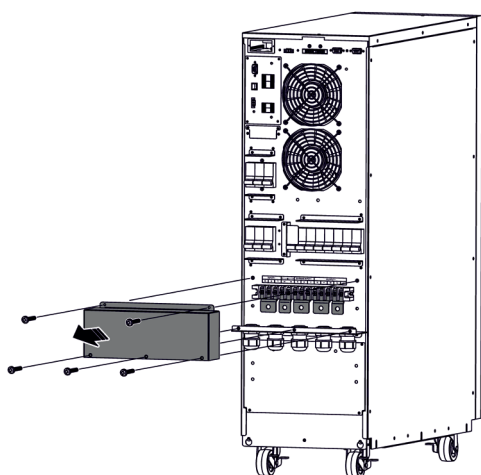

Fig. 24. Retrait du cache de protection des terminaux de connexion.
- Avant de procéder à la connexion, retirer le cache de protection du bloc des terminaux, tel qu'illustré dans la Fig. 24 suivante :